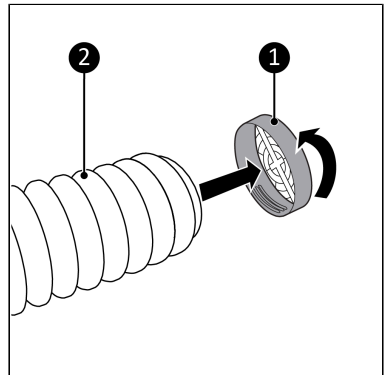

Abbildung 48.
2. Verbinden Sie den Window Kit-Anschluss (Abbildung 48, Pos. 2) zum anderen Ende des Heißluft-Auslassschlauchs (Abbildung 48, pos. 1).